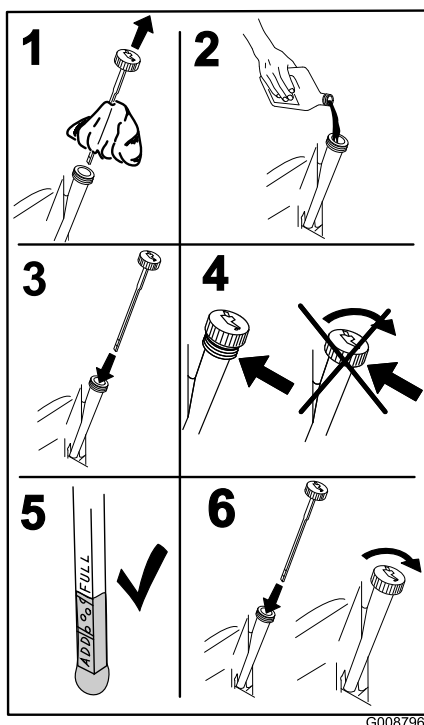

Figure 32
5. Versez lentement environ 80% de l'huile spécifiée dans le tube de remplissage puis faites l'appoint lentement jusqu'à ce que le niveau atteigne le repère du plein (**Full**) (Figure 32).